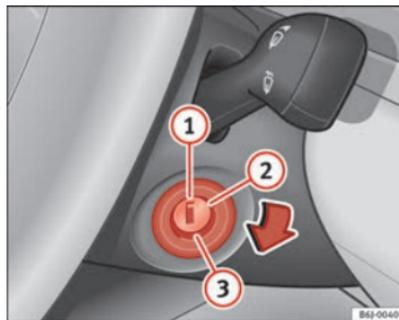

Fig. 99 Positions de la clé de contact
Dans cette position ⇒ fig. 99 l'allumage et le moteur sont déconnectés, ce qui peut bloquer la direction.
- Amenez la clé de contact en position ⇒ fig. 99 ②. Le témoin  s'allumera en cas de préchauffage du moteur.
- Lorsque le témoin s'éteint, tournez la clé en position ③ pour lancer le moteur sans appuyer sur l'accélérateur.
- Amenez la clé de contact en position ⇒ fig. 99 ①.